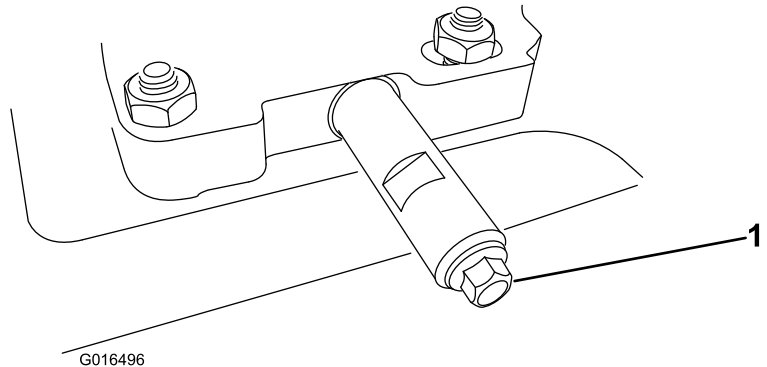

Figura 35
2. Curățați zona din jurul buonului de scurgere a uleiului (Figura 35).